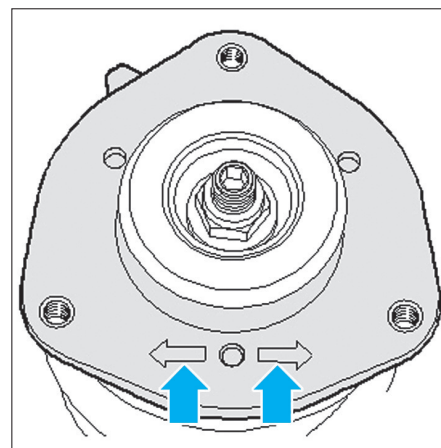

Fig. 12
- Veiller à ce que l'une des deux flèches présentes sur le palier supérieur de l'amortisseur soit orientée vers l'avant du véhicule (Fig.12).